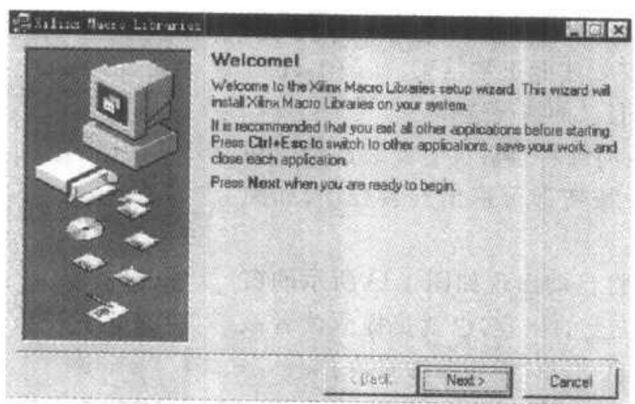

图 1-14 Xilinx Macro Libraries 安装欢迎对话框
(14) 双击 Xilinx Macro Libraries... 图标,即可进入 Protel 99 库资源的安装过程,这时会出现如图 1-14 所示的欢迎对话框。